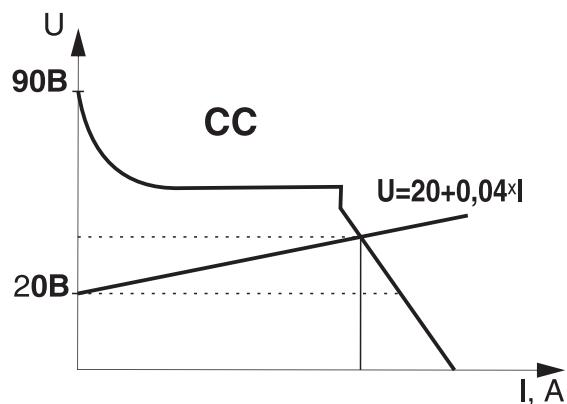

рис.2.2
- ② Разъем сварочного кабеля « – ».
- ③ Узел строповочный
- ④ Ввод питания сети 380В
- ⑤ Разъем кабеля управления
- ⑥ Автоматический выключатель
- ⑦ Предохранитель системы управления ИП
- ⑧ Предохранитель системы управления трактора
- ⑨ Разъем сварочного кабеля « – ».
- ⑩ Решетка вентилятора
- ⑪ Болт заземления
На рис.2.2. представлена падающая (CC) внешняя характеристика источника питания, применяемая при ручной дуговой сварке покрытыми электродами и автоматической дуговой сварке под флюсом.